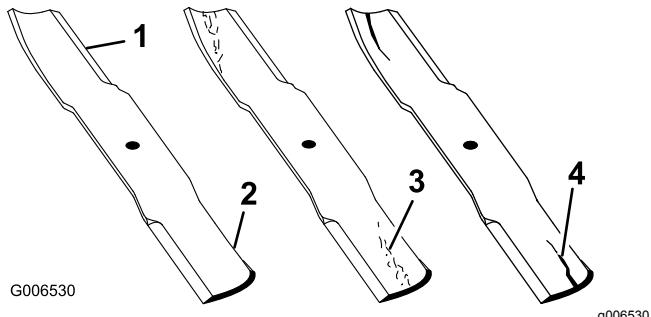

Figura 53
1. Inspeccione los filos de corte (Figura 53).
2. Inspeccione las cuchillas, especialmente la parte curva (Figura 53).
**Nota:** Si observa daños, desgaste o la formación de una ranura en esta zona (Figura 53, 3 y 4), instale inmediatamente una cuchilla nueva.